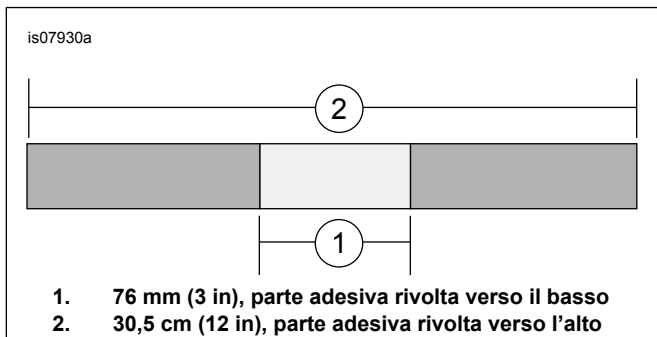

Figura 1. Creare una parte priva di adesività
7. Vedere Figura 1. Preparare i seguenti elementi di nastro per mascheratura. Tagliare strisce di (2) 30,5 cm (12 in) e 76 mm (3 in) di nastro per mascheratura. Applicare le strisce da 76 mm (3 in) al centro delle strisce da 30,5 cm (12 in), adesivo su adesivo, in modo da creare una parte priva di adesività.